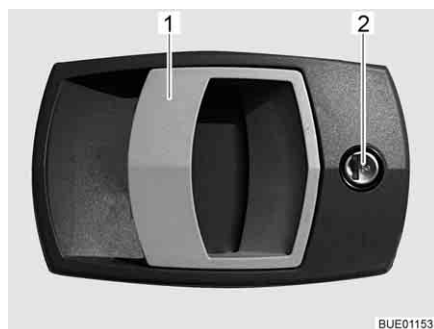

Fig. 29 Serrure de la porte cellule, à l'extérieur
- Insérer la clé dans le barillet (Fig. 29,2) et la tourner jusqu'à ce que la serrure de la porte soit déverrouillée.
- Tirer sur la poignée de la porte (Fig. 29,1). La porte est ouverte.
- Insérer la clé dans le barillet (Fig. 29,2) et la tourner jusqu'à ce que la serrure de la porte soit verrouillée.